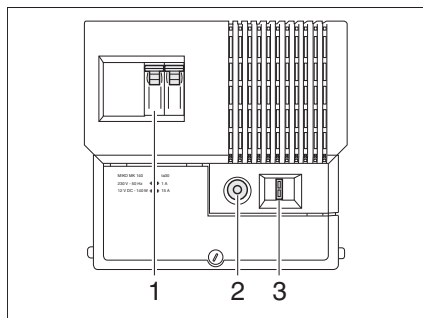

Fig. 88 Bloc transformateur
Le disjoncteur automatique 230 V (Fig. 88,1), la protection contre les surcharges (Fig. 88,2) et le fusible principal (Fig. 88,3) sont intégrés dans le bloc transformateur.
- Appuyer sur le bouton de commande de la protection contre les surcharges (Fig. 88,2) (position "Allumer").